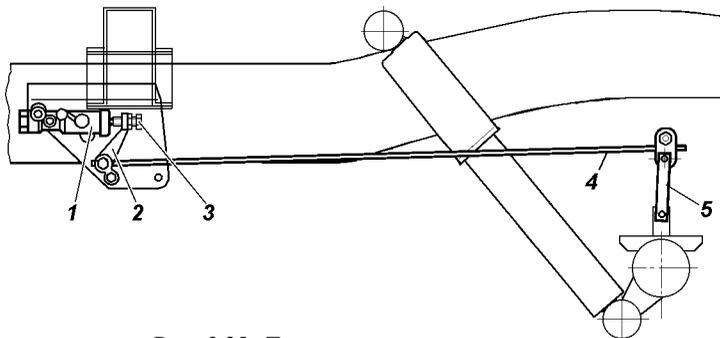

Рис. 9.25. Привод регулятора давления:
В процессе эксплуатации и при замене задних рессор, необходимо регулировать усилие упругого рычага 4 (рис. 9.25) на поршень регулятора. Регулировку производите в следующей последовательности:
4. Доверните болт 3 (рис. 9.25) на 2/3 оборота (14 граней головки болта).